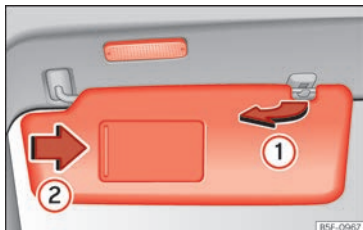

Abb. 88 Sonnenblende.
- Die Sonnenblende kann aus der Befestigung entnommen und zur Tür gedreht werden »» (Abb. 88) ①.